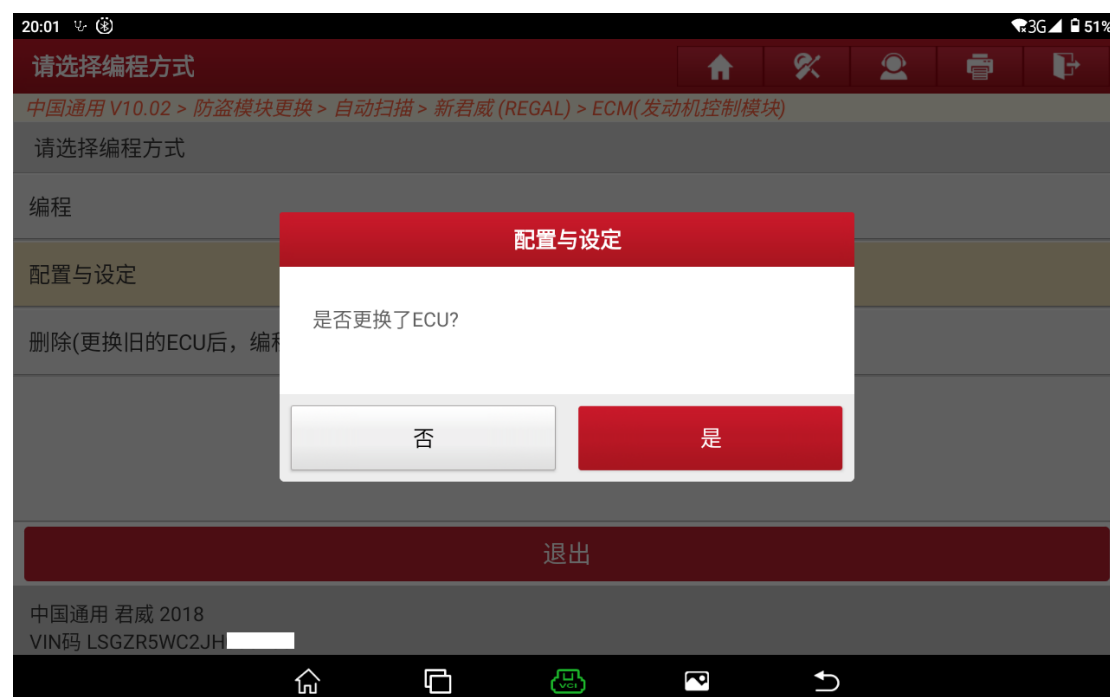

图 50
50. 如果更换了 ECU，请点击“是”，否则点击“否”，如图 50。